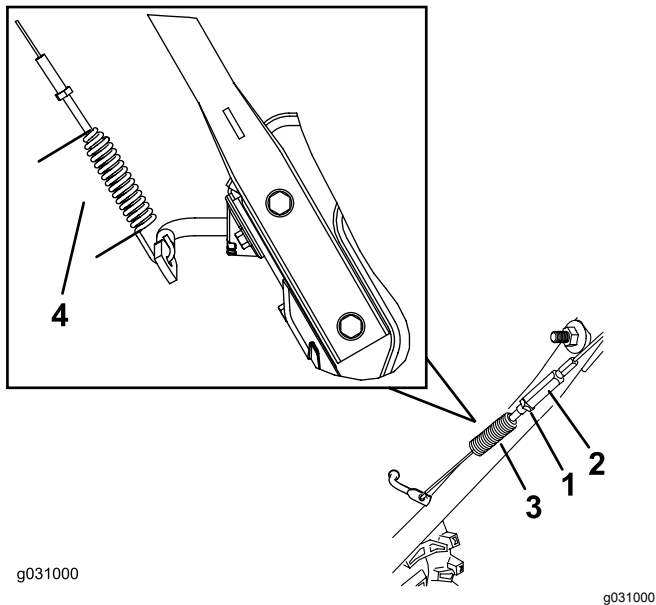

Figura 29
3. Afloje o apriete el tensor para ajustar la longitud del muelle a 7 cm (2¾"), como se muestra en la Figura 29.
4. Apriete la contratuerca (Figura 29), asegurándose de que hay una ligera tensión en el cable.